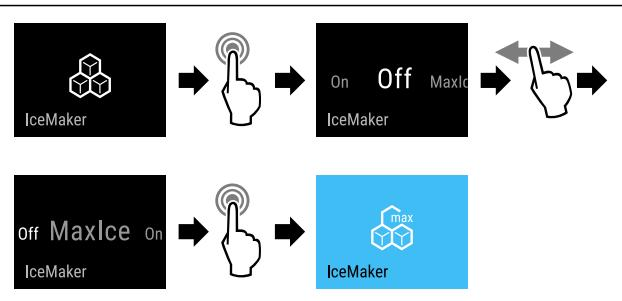

Fig. 17
- Изпълнете стъпките (виж Fig. 17).